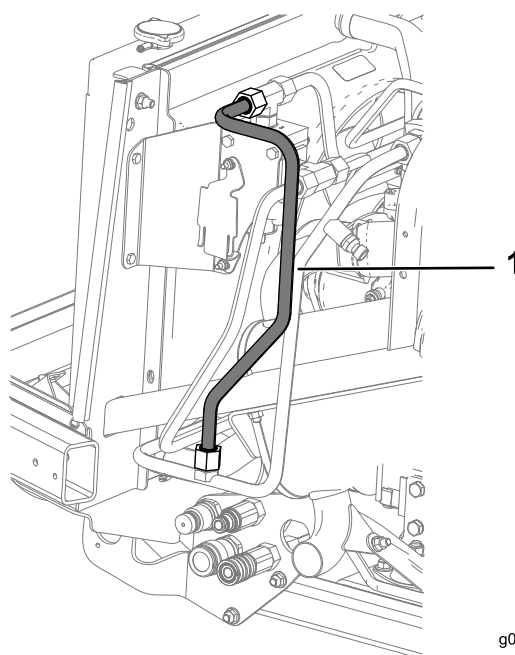

Figura 26
6. Instale o tubo hidráulico E do tubo hidráulico H na união adaptadora em T (5/8 pol. macho), no conjunto do coletor direito como se mostra na Figura 26.